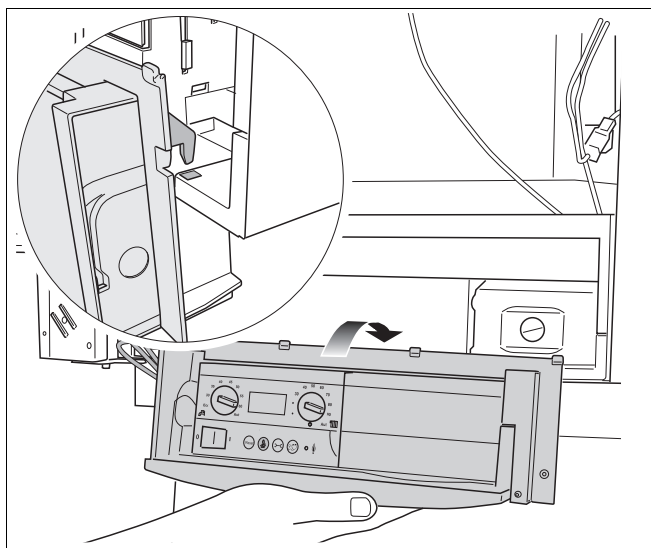

Bild 127 Hänga upp manöverpanelen i pannchassit
- Häng upp manöverpanelen på de 2 hakarna på värmepannan (bild 127).